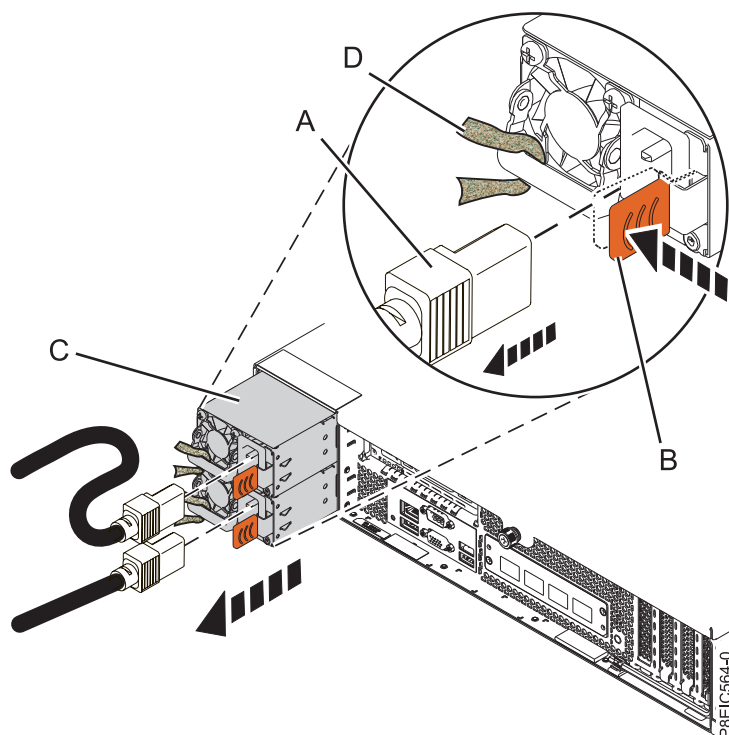

Figure 46. Retrait des cordons d'alimentation du système
4. Etiquetez et déconnectez les cordons d'alimentation de l'unité centrale. Voir la figure 46.